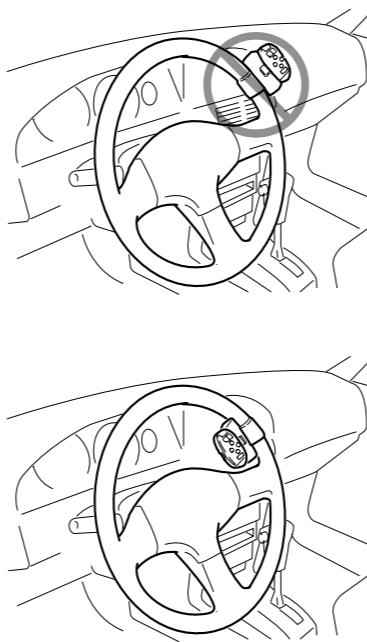

Fig. 14
- Ne pas fixer cette unité à la circonférence extérieure du volant de direction. Elle gênerait la stabilité de la conduite et provoquerait un accident. Toujours fixer cette unité à la circonférence intérieure du volant de direction, comme illustré. (Fig. 14)